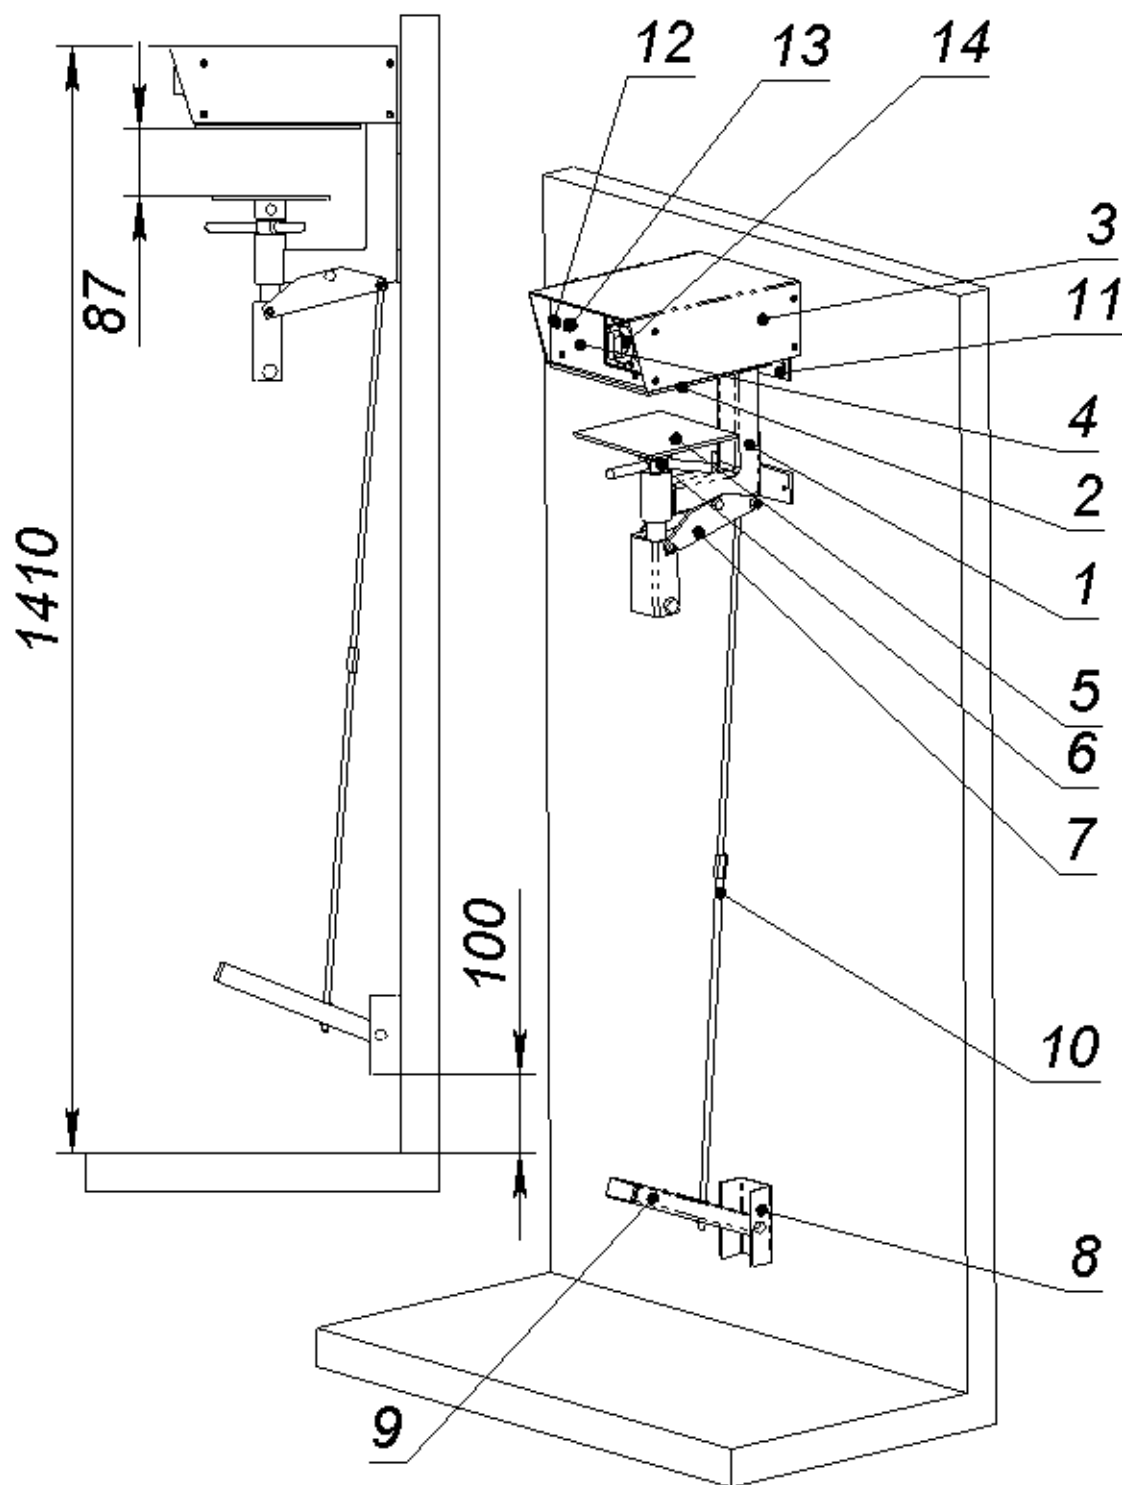

Рис. 1 Общий вид электровулканизатора
4.1 Электровулканизатор представляет собой нагревательное устройство, закрепляемое на вертикальной стене помещения (рис. 1) и состоящее из силовой скобы 1 с нагревательной плитой 2, закрытой кожухом 3 и лицевой панелью 4. В нижней части скобы находится подвижный упор 5, силовая гайка с ручками 6 и система рычагов 7 для быстрого подвода подвижного упора 5 к нагревательной плите 2 при помощи ноги оператора. Ближе к полу на вертикальной стене